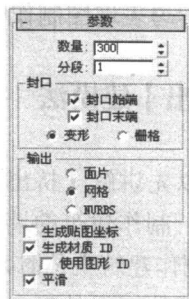

图 1-1-5 设置【挤出】数值
(5) 在 面板中的编辑下拉菜单中选择【挤出】修改器，在如图 1-1-5 所示的挤出参数面板中将【数量】设置为 300。